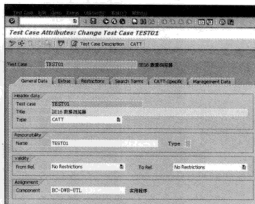

图 4-22 编辑 CATT 录制名称及内容
STEP 4 回到编辑界面，单击“”按钮，如图 4-22 所示。
STEP 5 在弹出的选择保存对象的对话框中，选择“本地对象”保存，如图 4-22 所示。